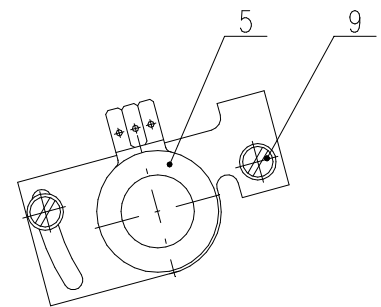

Рис. 5
4.3 Установка омического датчика (рис.5)